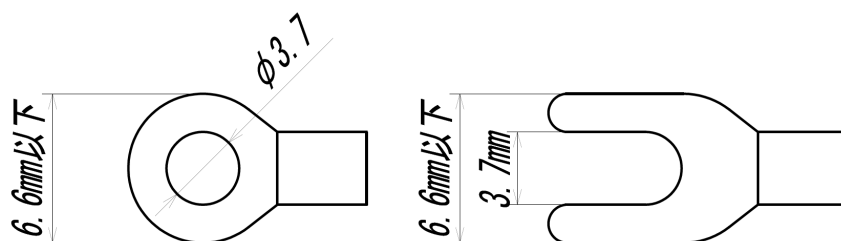

図 5-
- ・ 接続口 I に 1 本接続します。(図 5 - 1)